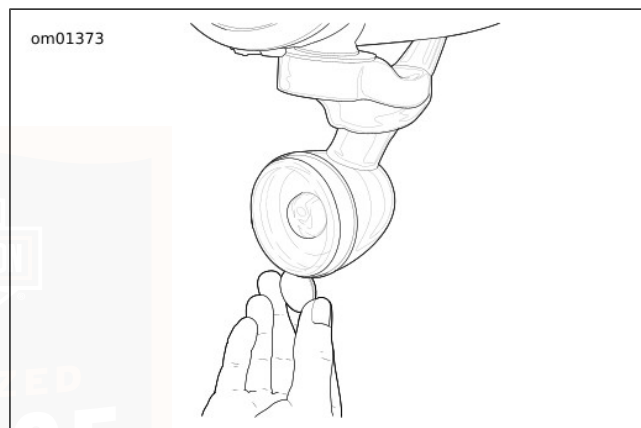

Figure 63. Encoche du capuchon de diffuseur
1. Voir Figure 63. Introduire une pièce de monnaie ou la lame d'un petit tournevis dans l'encoche en bas du capuchon du diffuseur. Tourner lentement la pièce jusqu'à ce que le capuchon du diffuseur sorte du boîtier d'ampoule.